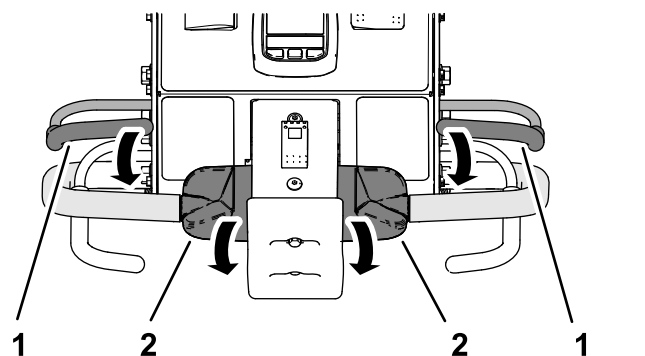

Figura 33
2. Țineți oricare dintre manetele pentru prezența operatorului la bara de ghidare și rotiți partea superioară a comenzii de tracțiune spre înainte (Figura 33).